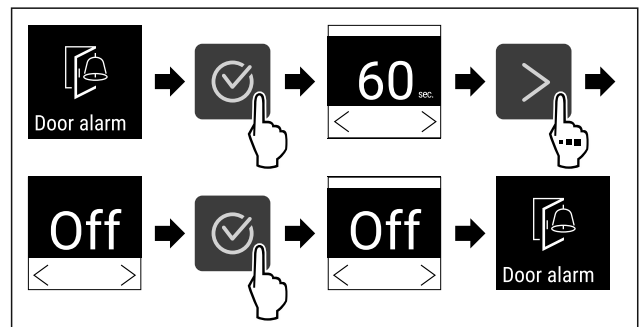

Fig. 107
- ▶ Provedte akční kroky (viz Fig. 107).